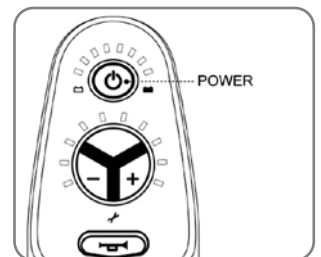

Abb. 3
- Wenn der MovingStar 101 SF ultra light inaktiv ist, und sei es auch nur für einen kurzen Moment, muss das Gerät immer deaktiviert werden (Abb. 3).